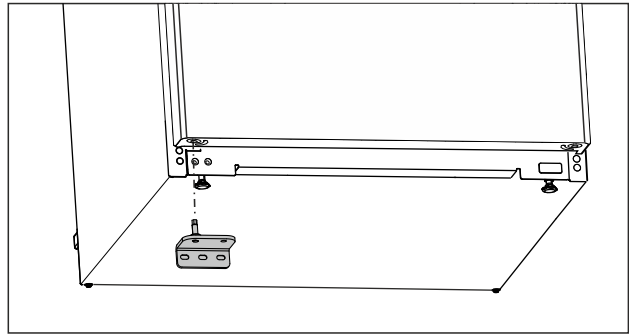

*Fig. 23*
- ▶ Unteren Lagerbock auf der Gegenseite einsetzen. (siehe *Fig. 23*)